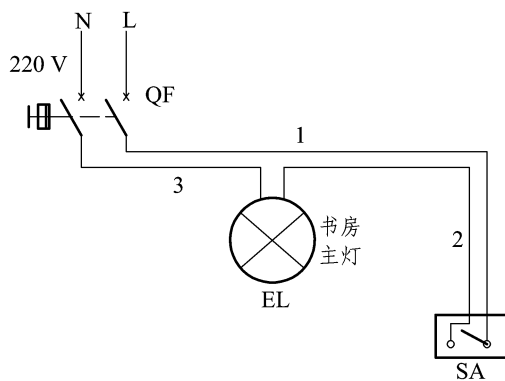

图 2.4.4 书房照明线路布置图
(2) 识读书房照明线路布置图，如图 2.4.4 所示，做好线路走向标记，明确元器件的安装位置。